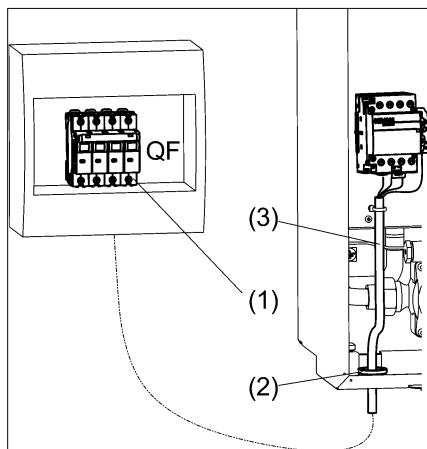

Рисунок 7. Подключение прибора к электросети
6.2.3 Подключение прибора к электрической сети осуществляется только через внешний автоматический выключатель QF (см. рис. 7) с номинальным током (I_н) указанным в таблице 2.
(1) Выполните монтаж автоматического выключателя QF в непосредственной близости от прибора и доступным для визуального обзора месте (см. рис. 7);